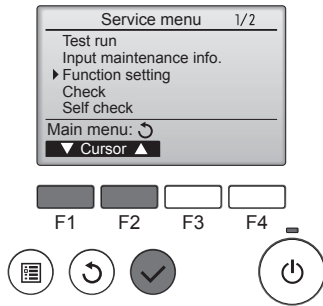

Fig. 6-2
### 6.2. Remote controller (Fig. 6-2)
- (Fig. 6-2)